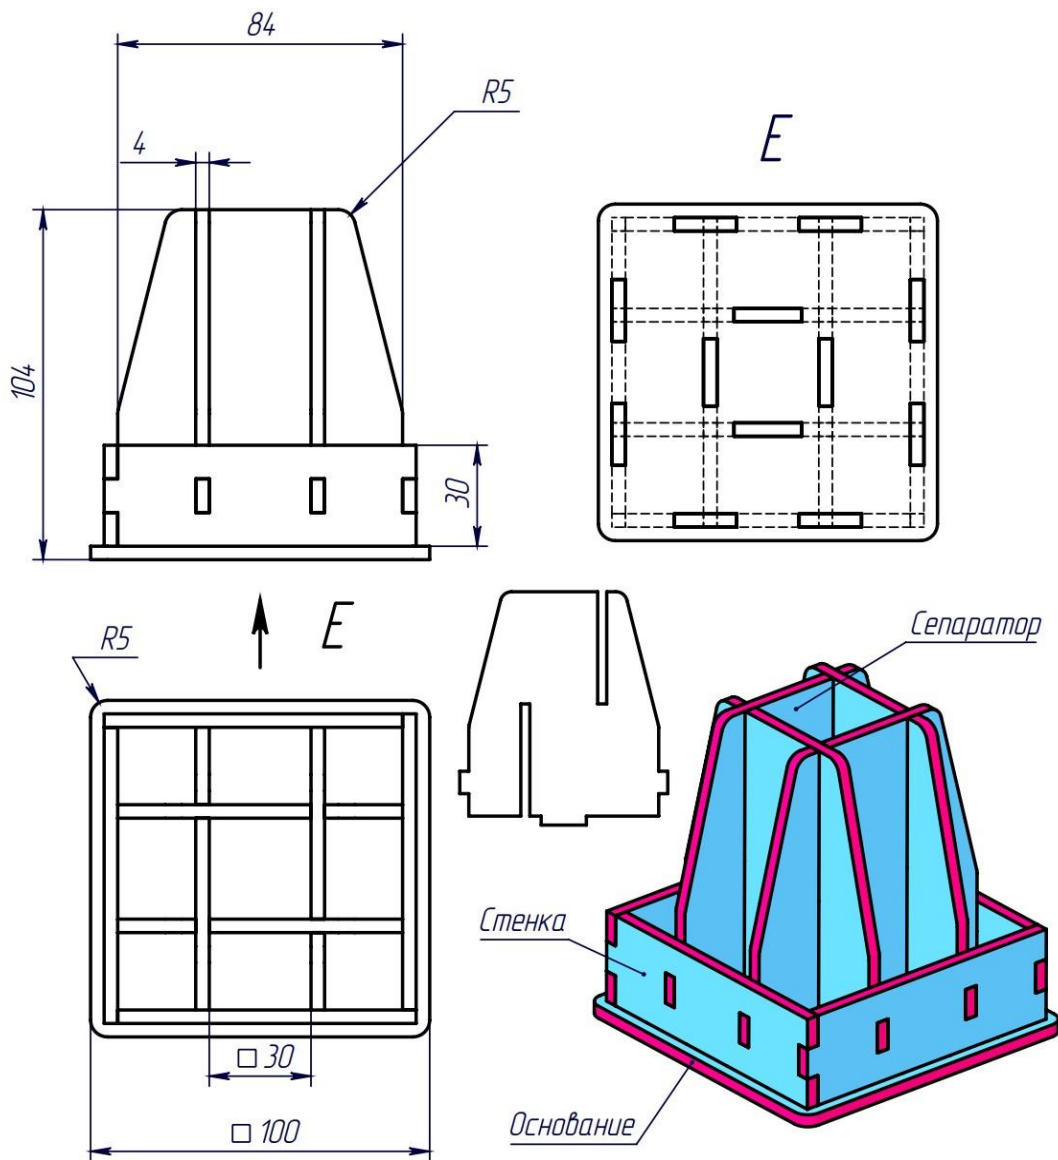

Рисунок 1 – Оригинальная модель изделия «Подставка канцелярская»
- Необходимо использование метода соединения шип-паз для сопрягаемых деталей: Основание, Стенка, Сепаратор (см. Рисунок 1).
- Стенка создана из прямоугольника высотой 30мм и шириной 84 мм без учета шип-пазов (см. Рисунок 1).
- В стенке предусмотреть вырезы для выравнивания и установки сепараторов, а также шип-пазы для расстановки стенок в основание круговым массивом (см. Рисунок 1).
- Сепаратор имеет высоту 104 мм. Форма детали усечена к верхней части (см. Рисунок 1).
стенка создана из прямоугольника высотой 30мм и шириной 84 мм без учета шип-пазов (см. Рисунок 1)	1 балл (-ов/а)
в стенке предусмотреть вырезы для выравнивания и установки сепараторов, а также шип-пазы для расстановки стенок в основание круговым массивом (см. Рисунок 1)	1 балл (-ов/а)
сепаратор имеет высоту 104 мм. Форма детали усечена к верхней части (см. Рисунок 1)	1 балл (-ов/а)